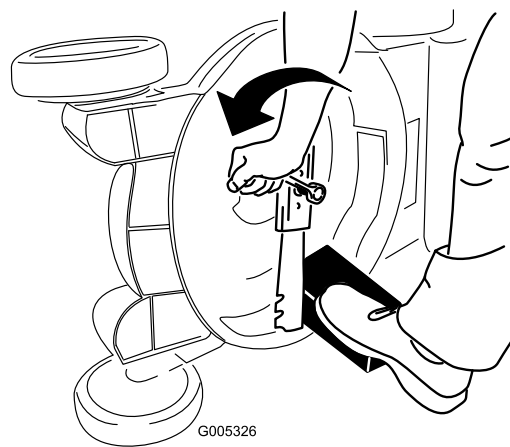

Figura 46
3. Utilice un bloque de madera para inmovilizar la cuchilla (Figura 46).
4. Retire la cuchilla, conservando todos los herrajes de montaje (Figura 46).